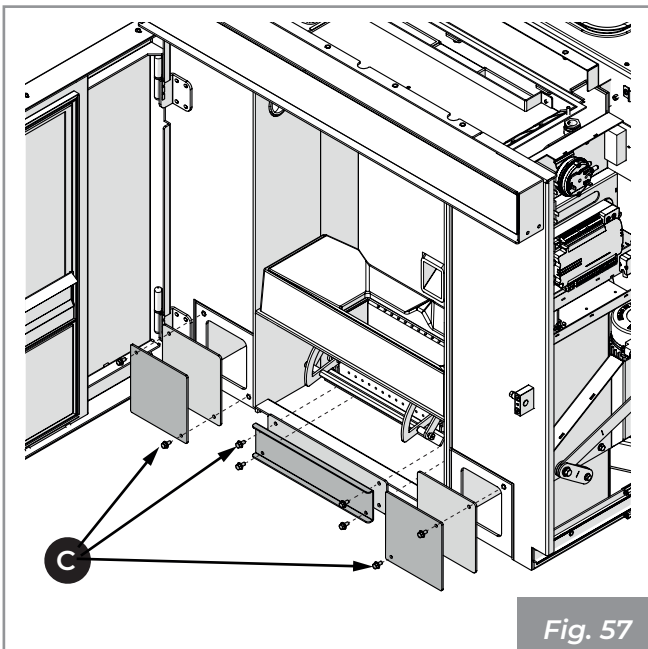

Fig. 57
- Rimuovere le viti **(C)**, rimuovere i coperchi per accedere ai collettori **(Fig. 57)**